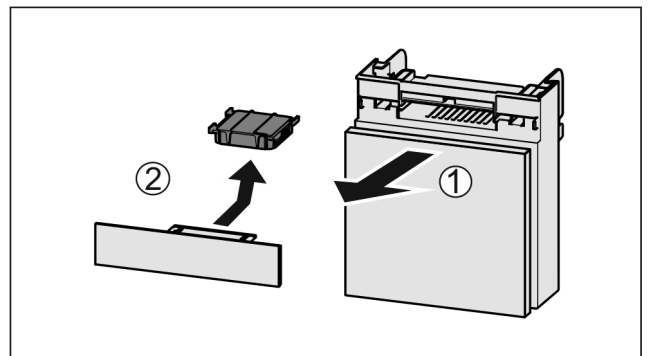

Fig. 142
- Потягніть Fig. 142 (1) відділення вперед.
- Витягнути Fig. 142 (2) фільтр з активованого вугілля.